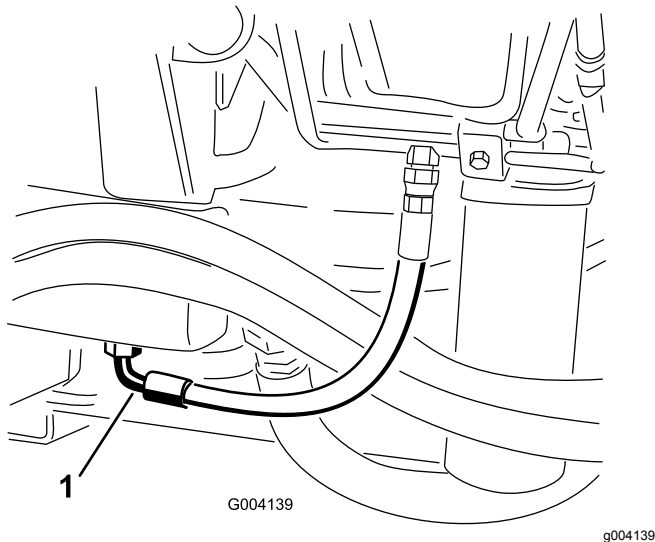

Figura 75
2. Collocate una bacinella di grandi dimensioni sotto il raccordo previsto sulla base del serbatoio del fluido idraulico (Figura 75).